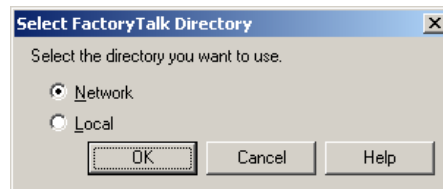

Figura 21. Selección Network Directory
- En la ventana emergente como se muestra en la Figura 21, seleccione Network, para usar FactoryTalk Network Directory.